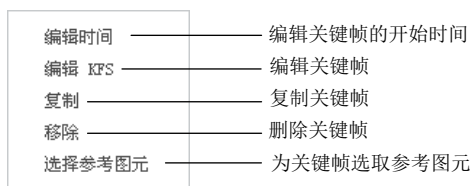

图 14.2.19 快捷菜单
Step6. 在时间域中修改关键帧。先选取某个关键帧序列，再右击，系统弹出图 14.2.19 所示的快捷菜单。
(1) 编辑时间。选取图 14.2.19 所示的快捷菜单中的 **编辑时间** 命令，系统弹出 14.2.20 所示的“KFS 实例”对话框，可以编辑开始时间。
(2) 编辑关键帧序列。选取图 14.2.19 所示的快捷菜单中的 **编辑KFS** 命令，系统弹出“关
(3) 复制关键帧。选取图 14.2.19 所示的快捷菜单中的 **复制** 命令，可以复制一个新的关键帧。
(4) 删除关键帧。选取图 14.2.19 所示的快捷菜单中的 **移除** 命令，可以删除选定的关键帧。
(5) 为关键帧选取参考图元。选取图 14.2.19 所示的快捷菜单中的 **选择参考图元** 命令，可以为关键帧选取相关联的参考图元。